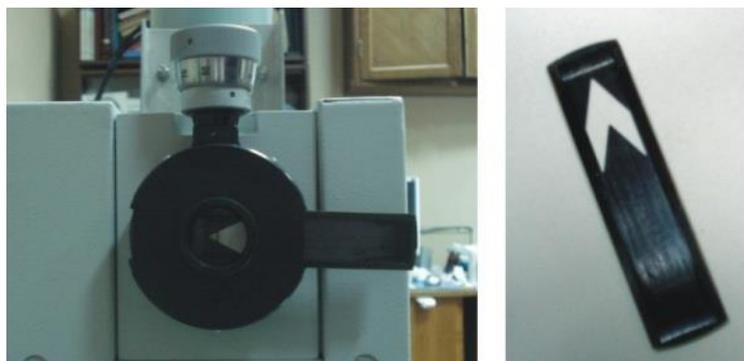

Рис. 6. Входная щель монохроматора с диафрагмой, ограничивающей высоту щели (держатель светофильтра снят).
3. На входной щели установить высоту открытой части щели 3-5 мм. Для этого используется специальная подвижная диафрагма (см. рис. 6).